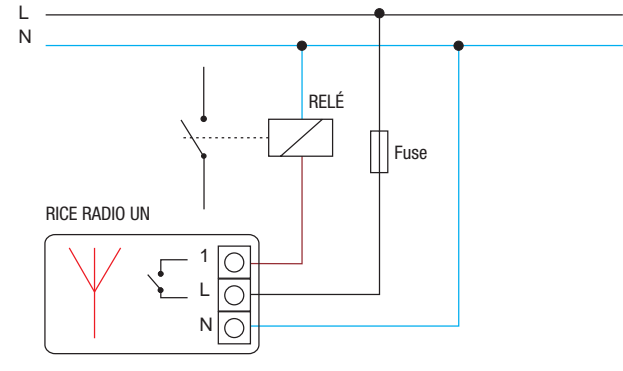

Fig. 3
- 1) Premere e mantenere premuto il pulsante esterno per 10 o più sec fino a che la lampada si accende a seconda del modo di funzionamento corrente (Fig. 3).
- 1) Push and keep pushed the external push button for 10 sec. or more until the light turns on stable or blinking according to the current mode (Fig. 3).